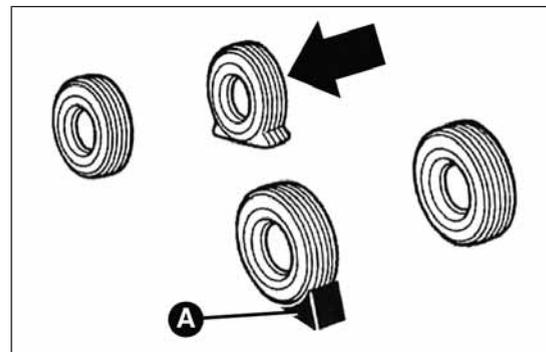

fig. 154
- positionner la cale à l'arrière sur la roue opposée en diagonale à celle à remplacer (voir fig. 154) pour empêcher tout mouvement de la voiture quand elle est levée ;